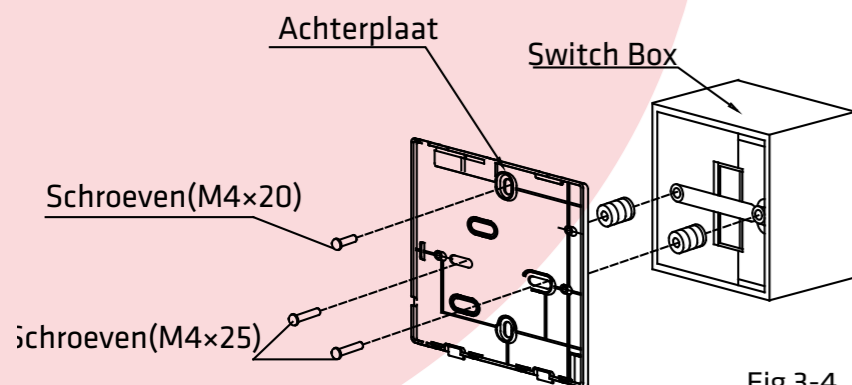

Fig 3-4
- Voor inbouw bevestigt u de achterplaat op de schakelkast met 2 schroeven (M4x25) en bevestigt u deze aan de muur met 1 schroef (M4x20). (Afb.3-4)